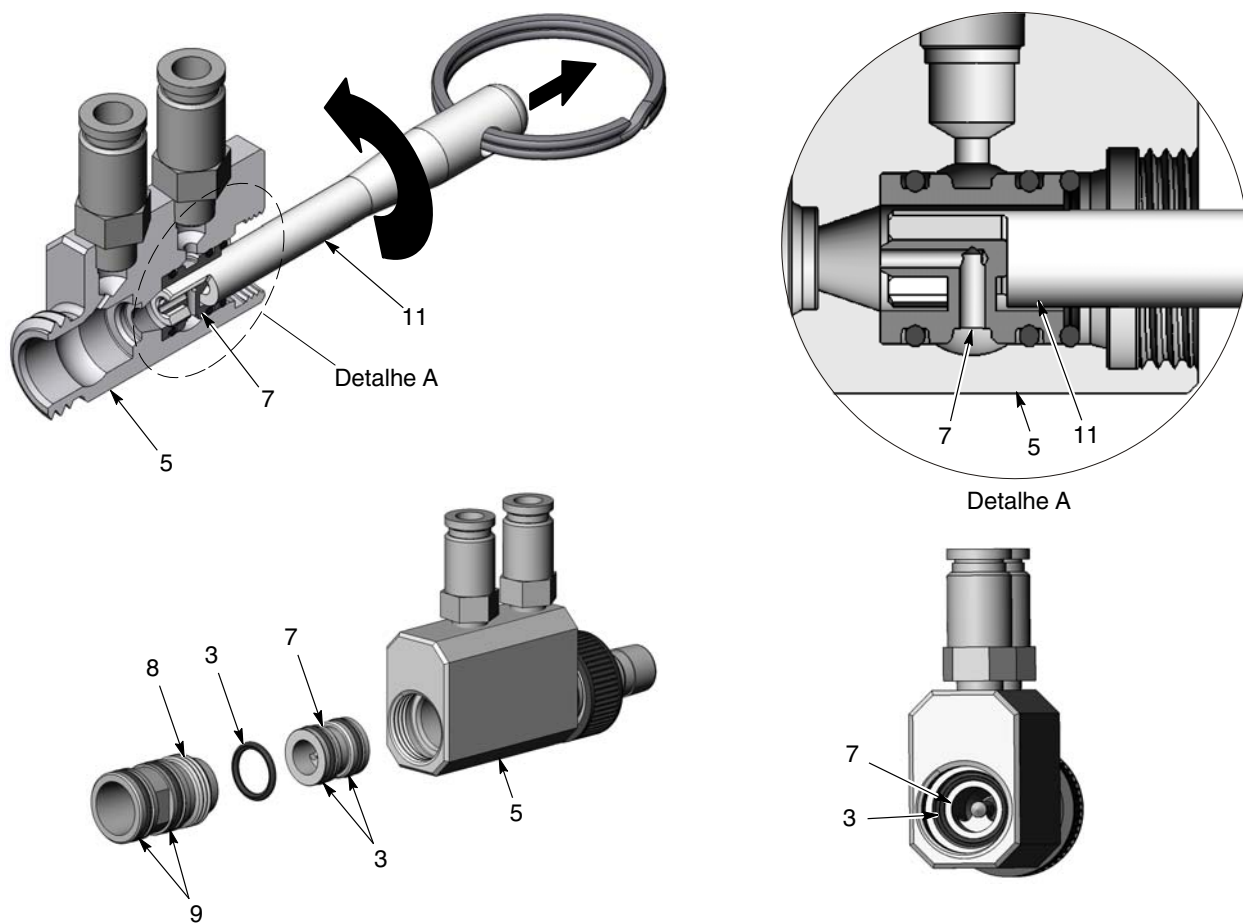

Figura 4 Remoção e montagem do injector
1. Consulte a figura 4. Desenrosque o adaptador do injector (8) do corpo da bomba (5) com uma chave de bocas.
2. Insira a ferramenta extractora (11) no injector (7) e rode-a no sentido dos ponteiros do relógio para a enganchar na cruzeta do injector. Rode a ferramenta no sentido dos ponteiros do relógio enquanto que a puxa para remover o injector para fora do corpo da bomba.
4. Monte duas juntas tóricas (3) no injector, depois insira o injector no corpo da bomba, assegurando-se de que o bico do injector está voltado para a extremidade de saída do corpo. A ferramenta extractora pode ser usada para assentar o injector completamente no fundo do orifício do corpo da bomba.
5. Inspeccione a junta tórica (3) solta e assegure-se de que ela não está danificada nem torcida. Insira-a no corpo da bomba e encoste-a contra o injector. A extremidade da ferramenta extractora pode ser usada para assegurar que ela está correctamente encostada.